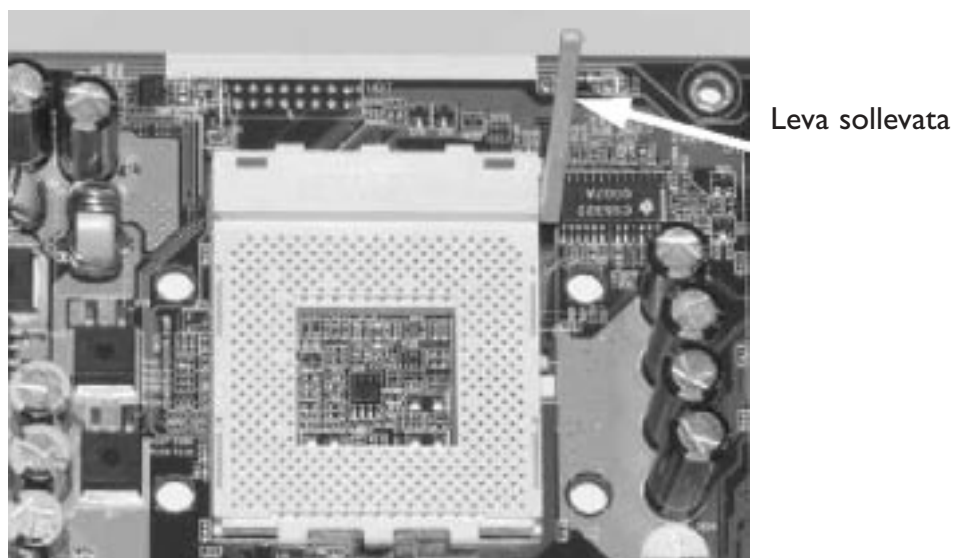

Figura 2. Socket del processore con la leva sollevata.
2. La Figura 2 mostra la leva di rilascio completamente sollevata. Prima dell'installazione del processore, la leva deve trovarsi in posizione completamente sollevata.